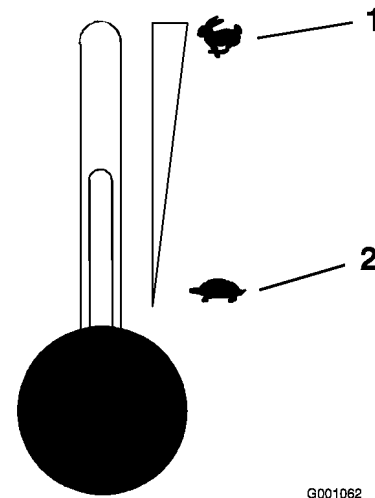

Figura 13
5. Si el motor está frío, mueva el control del acelerador a la posición de Rápido antes de arrancarlo (Figura 13).
2. Ponga la palanca del acelerador en un punto intermedio entre las posiciones lento y rápido (Figura 13).